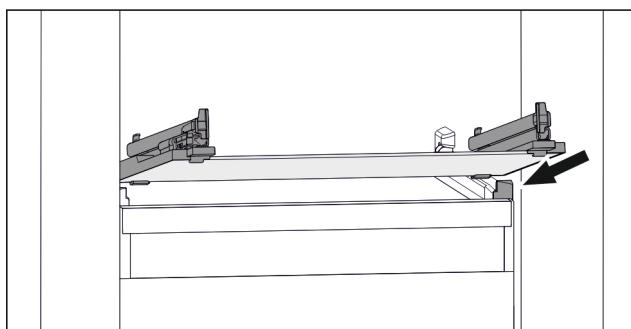

Fig. 138 Simbolična slika steklene plošče
- ▶ Stekleno ploščo postavite v poševnem položaju za zaustavljalniki. (glejte Fig. 138)